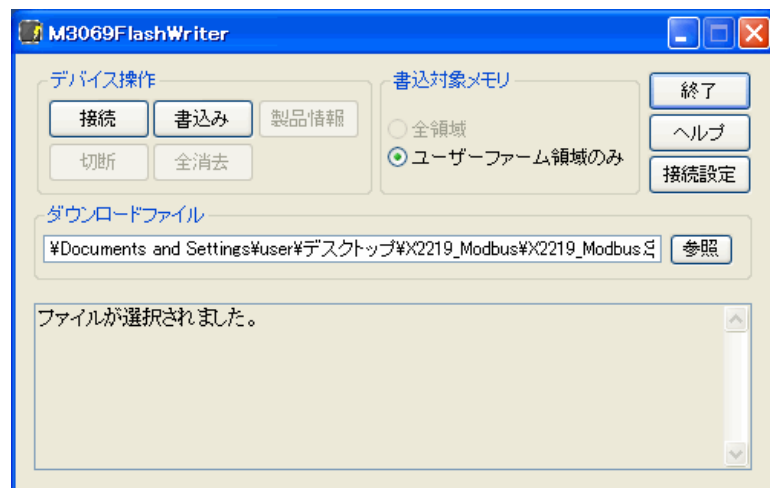

図 4 Modbus サーバー・ファームのダウンロード
5. [参照]ボタンを押し、製品付属 CD の「¥X2219_AdditionalFirm¥X2219_Modbus」フォルダ、または、ダウンロードファイルの解凍フォルダから「X2219_Modbus.S」ファイルを選択します(図 4)。